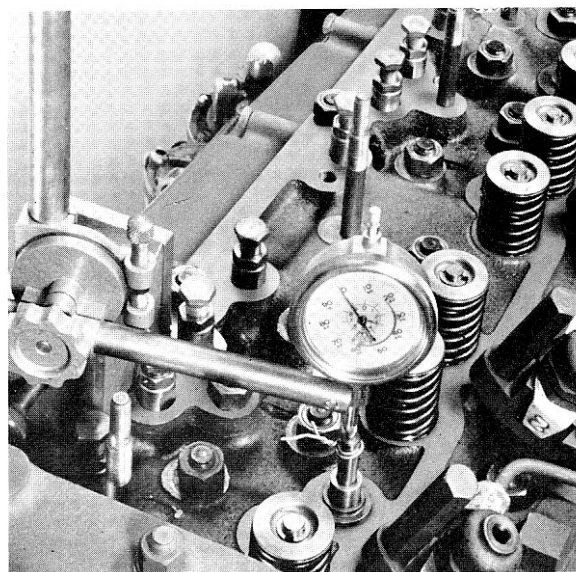

Fig. 8
- Monter un comparateur (voir fig. 8) sur la queue de soupape et déterminer avec précision le P.M.H. (mettre la montre du comparateur à zéro, vérifier par le regard le repère de P.M.H. sur le volant d'inertie).